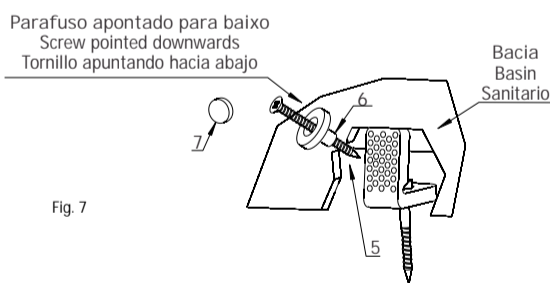

Fig. 7
Com a bacia na posição, fixe-a com o parafuso de fixação lateral e a bucha plástica (itens 5 e 6), e colocar os acabamentos (itens 7) (Fig. 7). Remova o excesso de silicone no contorno da bacia.
Obs.: Para melhor fixação da bacia no piso, rosquear o parafuso (item 5) apontando para baixo (Fig. 7).
With the basin in its position, fit it with the lateral fitting screw and the plastic bushing (items 5 and 6), and place the finishing (item 7) (Fig. 7). Remove the excess of silicone around the contour of the basin.
Obs.: For better fitting of the basin to the floor, tighten the screw (item 5) facing downwards (Fig. 7).
Con el sanitario en la posición, fijelo con el tornillo de fijación lateral y el buje plástico (itens 5 y 6), y colocar los acabamientos (itens 7) (Fig. 7). Quite el exceso de silicona alrededor del sanitario.
Obs.: Para mejor fijación del sanitario en el piso, enroscar el tornillo (item 5) apuntando hacia abajo (Fig. 7).